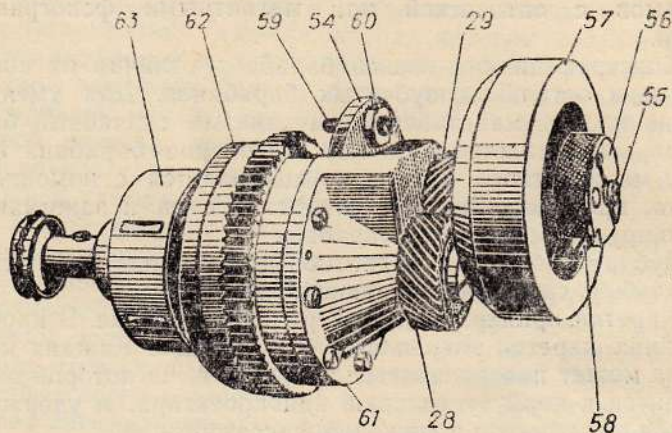

Рис. 9
*Мальтийский механизм.* Фиксирующая шайба 54 (рис. 9) мальтийского механизма получает вращение от зубчатого колеса вертикального вала через зубчатые колеса 28 и 29. На валу 55 фиксирующей шайбы с помощью разрезной гайки 56 укреплен маховик 57. Гайка 56 стягивается винтом 58. Палец 59, укрепленный во фланце фиксирующей шайбы гайкой 60, имеет эксцентричную посадочную поверхность, которая позволяет